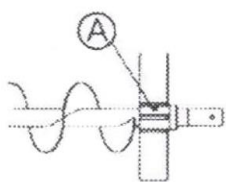

Рис. 26
- очистите место посадки насоса. Возьмите силиконовый герметик подходящий для пищевого использования и нанесите небольшое количество по кругу, включающему точки крепления насоса (Рис. 26);